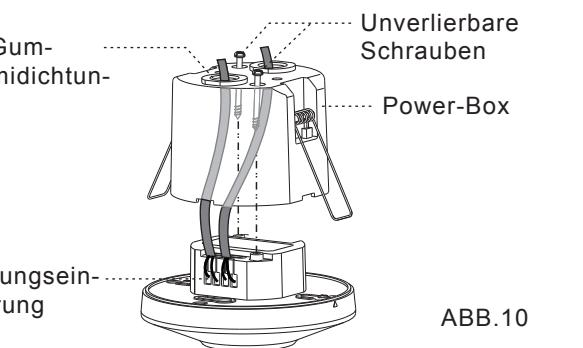

ABB.10
- 3.4.2.2 Durchstoßen Sie die Gummidichtung an der Power-Box mit einem Schraubendreher und führen Sie anschließend das Kabel durch diese neue Öffnung (siehe ABB.10).